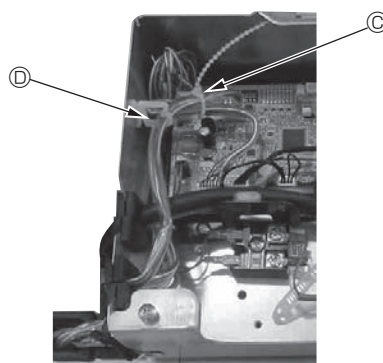

Fig. 10-14
- Plasser de overflødig delene av i-See-sensoren og signalmottakerledningene i el-komponentboksen i ledningsklammeret som vist i diagrammet, og sikre ledningene med festene. (Fig. 10-14)